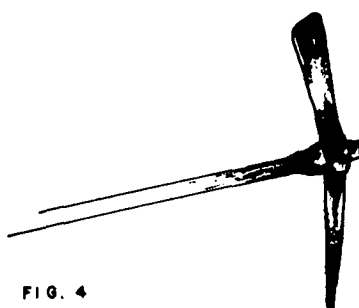

FIG. 4
- e) Picareta (usada em argilas, piçarra) (fig. 4).